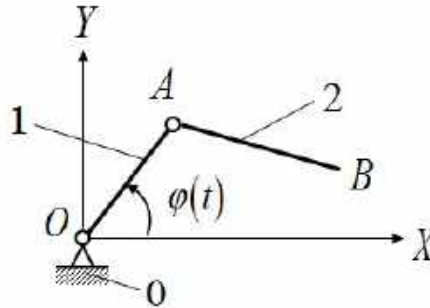

Рис. 2
2. Створіть в програмі Matlab/Simulink модель руху простого механізму, кінематична схема якого показана на рис. 2. Час спостереження за рухом механізму $T_n = 5$ с.